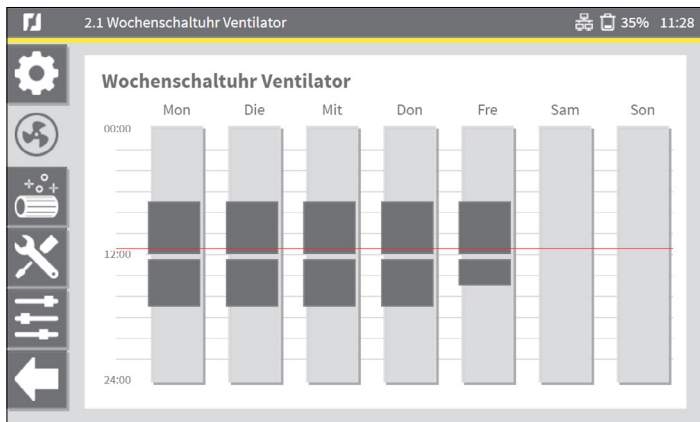

Abb. 4.3 Wochentimereinstellung (Beispiel)
Abb. 4.3 enthält eine graphische Übersicht über ein Wochenprogramm mit je einem Zeitblock vormittags- und nachmittags und einer Mittagspause. Für Freitag(s) wurden unterschiedliche Einstellungen vorgesehen.
- Den mit „Mon“ (Montag)6 gekennzeichneten Zeitblock antippen, der gleichzeitig als Schaltfläche dient (siehe Abb. 4.3).